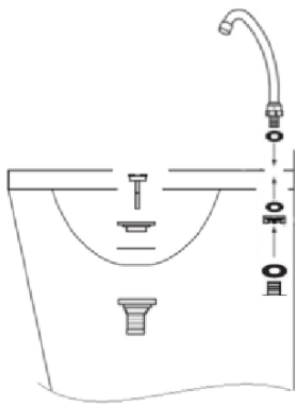

Fig.8
- Assemblare il rubinetto a collo d'oca girevole, inserire la guarnizione nell'ingresso filettato del rubinetto girevole e infilare il riduttore maschio/femmina in ottone 3/4" x 1/2". Successivamente, montare anche la valvola di scarico come da Fig. 8.